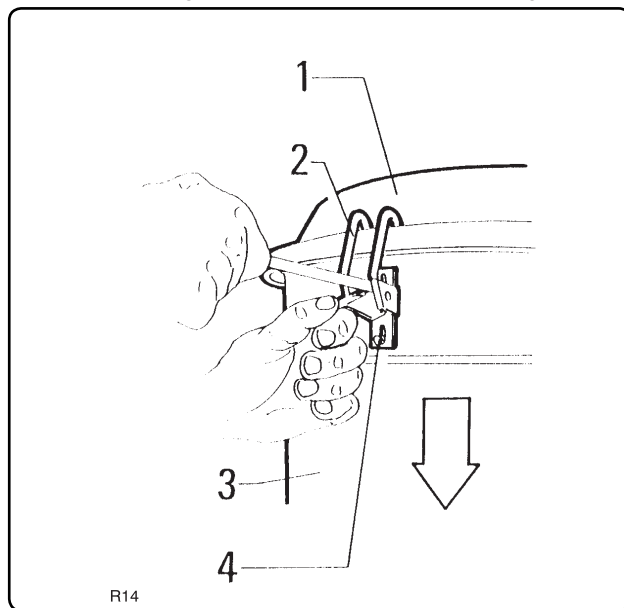

Fig. 7.5.2
7.5.2 - Verificação da vedação da tampa (fig. 7.5.2)